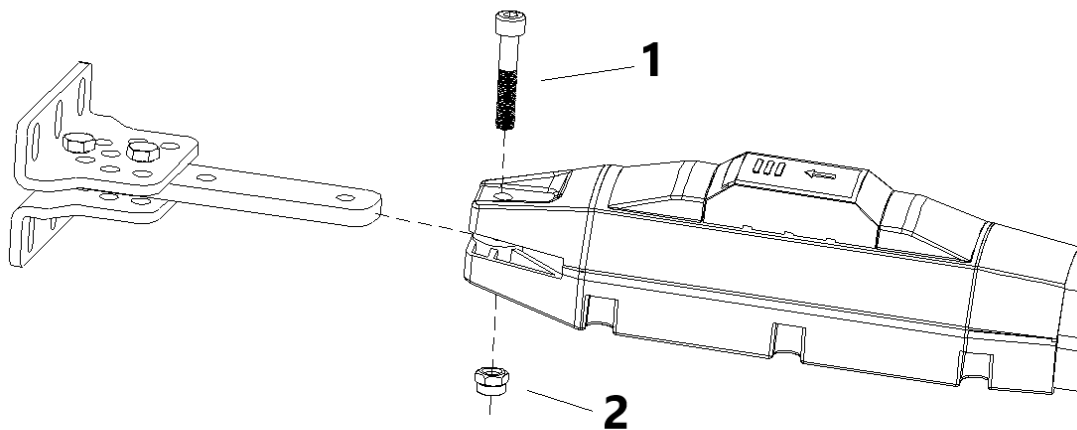

Figure 8
D) Fixez l'appareil principal aux supports de connexion à l'aide de vis et d'écrous (voir figure 8).